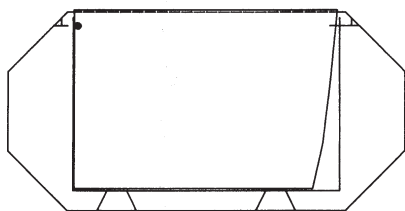

рис. 6
- при наличии поворотной вставки не находилась на винте поворотной точки (рис. 6).